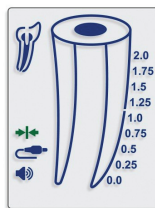

Fig. 3
5.3.2. Deberá aparecer el icono "Connection" en la pantalla, confirmando así la correcta conexión (Fig. 3).